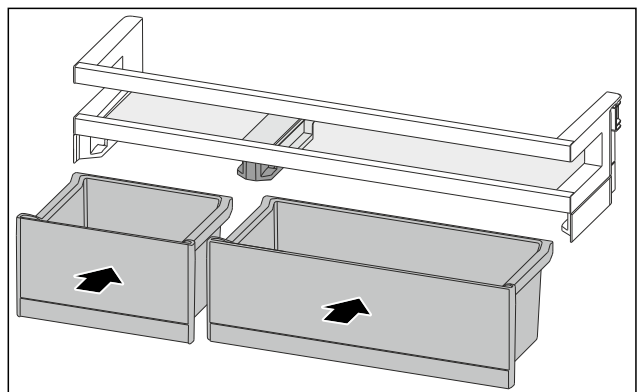

Fig. 114
- ▶ VarioBoxen in getauschter Anordnung einsetzen. (siehe Fig. 114)